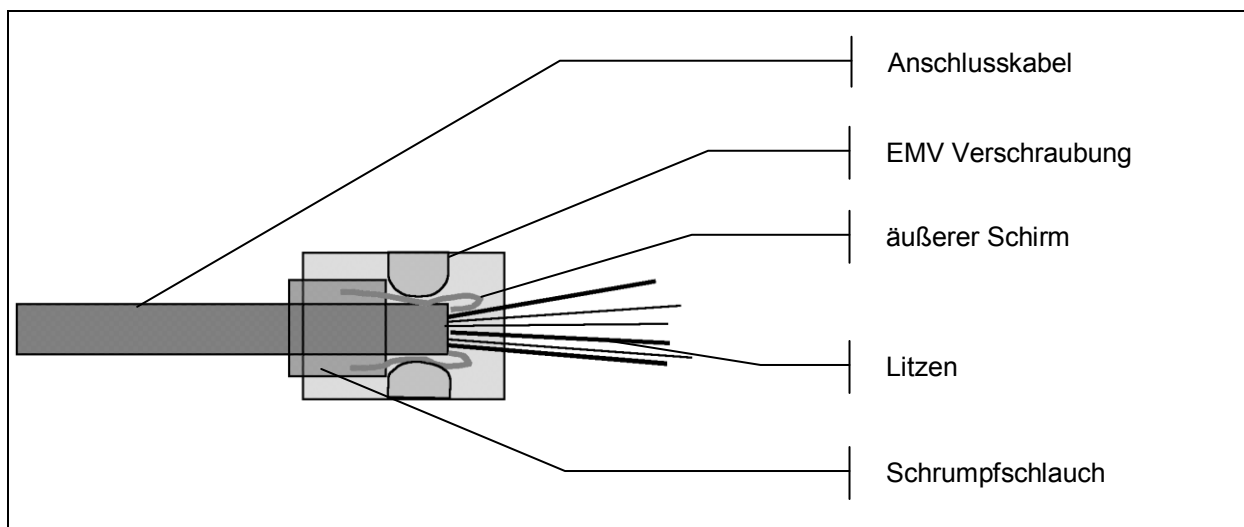

Abb. 10 Montage der EMV-Verschraubung
3. Anschlusskabel entsprechend abisolieren, darauf achten, dass genügend Schirmgeflecht für die Metallfedern der EMV-Kabelverschraubung bestehen bleibt. (siehe Abb. 10 Seite 24)